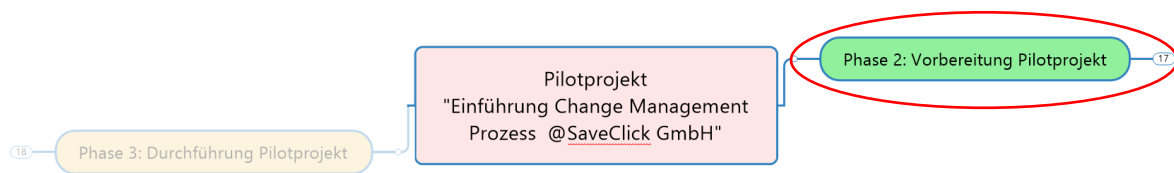

Abb. 7: Agile Phasen des Pilotprojektes (Fokus auf Phase 2)
- Aus dem Product Backlog zieht sich das Development Team diejenigen Tasks für den anstehenden Sprint und überträgt sie in den Sprint Backlog zur Bearbeitung. Ein entsprechendes SCRUM-Board dient dabei als Arbeitsmittel (siehe Abb. 7)